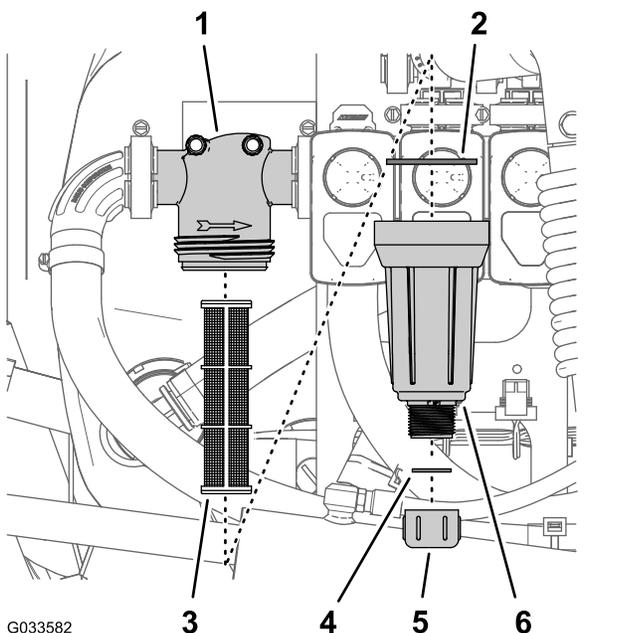

Bild 80
- Stellen Sie eine Auffangwanne unter den Druckfilter (Bild 80).
- Drehen Sie die Ablassschraube nach links und nehmen sie von der Glocke des Druckfilters ab (Bild 80).
- Drehen Sie die Glocke nach links und nehmen den Filterkopf ab (Bild 80).
- Entfernen Sie den Druckfiltereinsatz (Bild 80).
- Prüfen Sie die Dichtung für die Ablassschraube (in der Glocke) und die Dichtung für die Glocke (im Filterkopf) auf Beschädigungen und Abnutzung (Bild 80).
- Setzen Sie den Druckfiltereinsatz in den Filterkopf ein (Bild 80).
- Befestigen Sie die Glocke am Filterkopf und ziehen sie mit der Hand an (Bild 80).
- Befestigen Sie die Ablassschraube am Anschlussstück unten an der Glocke und ziehen sie mit der Hand an (Bild 80).